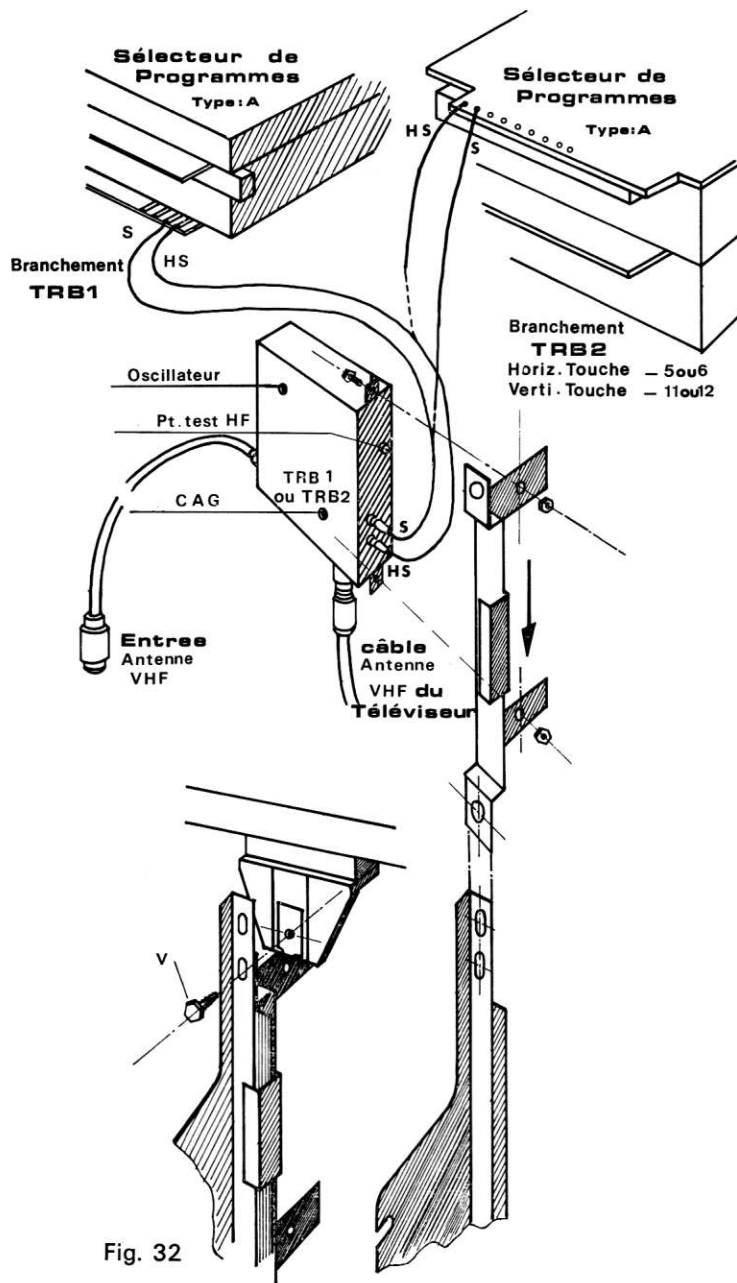

Fig. 32
Mise en place : - Fixer le transposeur sur l'équerre support. (Fig. 32) - Dévisser la vis (V) de fixation du montant, glisser l'équerre entre le montant et son palier de fixation. Faites en sorte que le tour de l'équerre ainsi que celui du montant et du palier coïncident. Remettre la vis en place. Serrer le tout.
Les deux fils partant du sélecteur à touches sont à connecter suivant le dessin (fig. 32). L'entrée antenne du téléviseur est à connecter sur la prise mâle du transposeur TR B 1, le câble du transposeur muni d'une prise femelle est à raccorder à l'antenne de réception.
Le montage mécanique fig. 32 et le raccordement électrique est identique à celui du TRB 1 suivant le type du sélecteur à touches équipant le téléviseur.